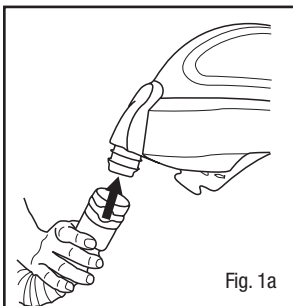

Fig. 1a
- Raccorder les tuyaux de respiration en poussant le raccord articulé à désenclenchement rapide situé à l'une des extrémités du tuyau de respiration (c.-à-d. l'extrémité dotée d'une pince noire) dans l'admission d'air de la pièce faciale (Fig. 1a). Un dé clic devrait se faire entendre pour indiquer que le tuyau de respiration est raccordé. Vérifier si le tuyau de respiration est fermement fixé à la pièce faciale en le faisant pivoter et en tirant sur celui-ci. S'il n'est pas fermement fixé, le détacher et le fixer de nouveau.